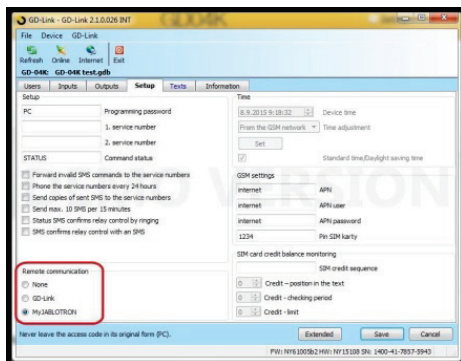

Рисунок 2
Чтобы получить удаленный доступ и настроить коммуникатор с использованием GD-Link, необходимо разрешить одну из следующих опций. См. Settings → Remote communication (Настройки → Удаленная связь); здесь и осуществляется настройка GD-Link или MyJABLOTRON (см. рис. 2).
1. Запустите GD-Link, откройте настройки Remote communication (Удаленная связь) и выберите параметр MyJABLOTRON (см. рис. 2).